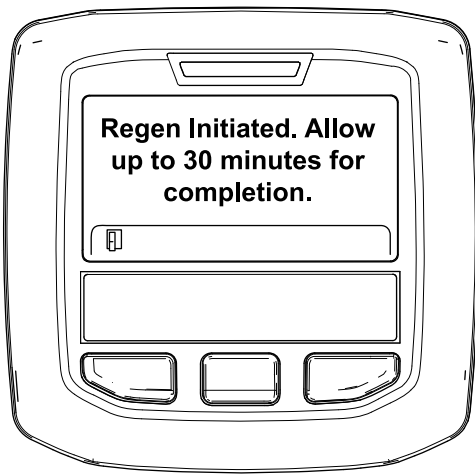

Figura 51
- Se a regeneração for permitida, surge a mensagem "Regen Initiated. Allow up to 30 minutes for completion" (Regen. iniciada. Aguarde 30 minutos até ser concluída) no InfoCenter; aguarde até que a máquina conclua o processo de regeneração em estacionamento (Figura 51).